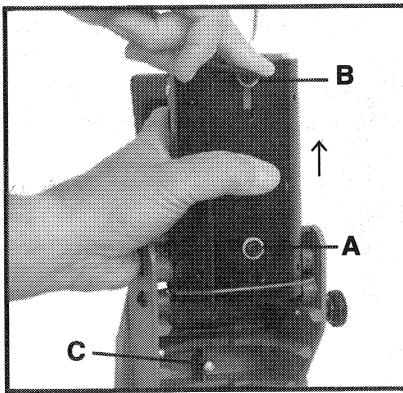

Fig. 3
5. Enganche el cierre de transporte en la posición BAJA antes de transportar o de almacenar la cortadora (Pocket Cutter®). PARA ENGANCHARLO: Empuje el grupo de motor contra el tornillo de tope de motor (vea la Fig. 3) y, mientras lo detiene, apriete la perilla de cierre en el sentido de las manecillas del reloj.
2. Voltee el grupo de motor boca arriba (vea la Fig. 3). Sujételo bien mientras afloja el tornillo inferior (B) de montaje del motor y deslice el motor hacia arriba hasta la profundidad máxima de corte. Apriete el tornillo inferior de montaje del motor.
1. Incline el grupo de motor hacia arriba y deténgalo mientras afloja el tornillo inferior de montaje del motor (C) Fig. 3.